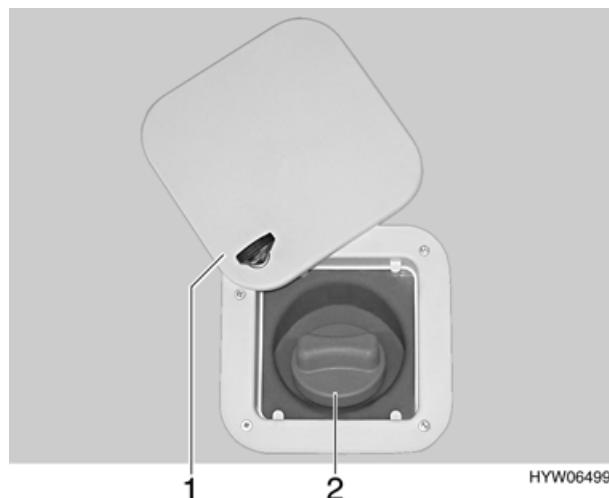

Bild 84 Verschlussdeckel für Frischwasser-Einfüllstutzen (Variante 1)
- Klappenschloss öffnen und Außenklappe (Bild 84,1) nach oben schwenken (siehe Kapitel 5).
- Blauen Verschlussdeckel (Bild 84,2) eine viertel Umdrehung entgegen dem Uhrzeigersinn drehen.
- Frischwasser-Einfüllstutzen (Bild 84 oder Bild 85) außen am Reisemobil öffnen.